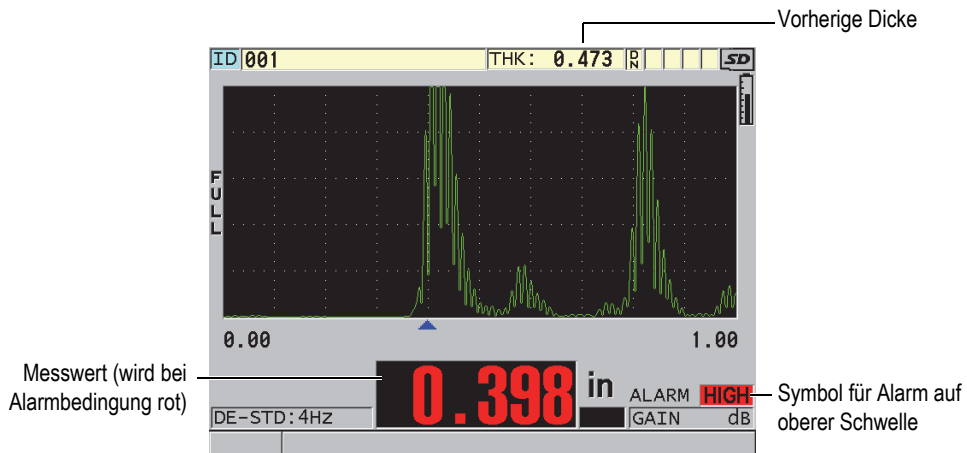

Abbildung 8-4 Beispiel für Alarm auf oberer Schwelle (HIGH)
- Die Kennzeichnung für **HIGH**- oder **LOW**-Alarm blinkt auf rotem Hintergrund in der unteren rechten Ecke des Messfensters (siehe Abbildung 8-4 auf Seite 142).